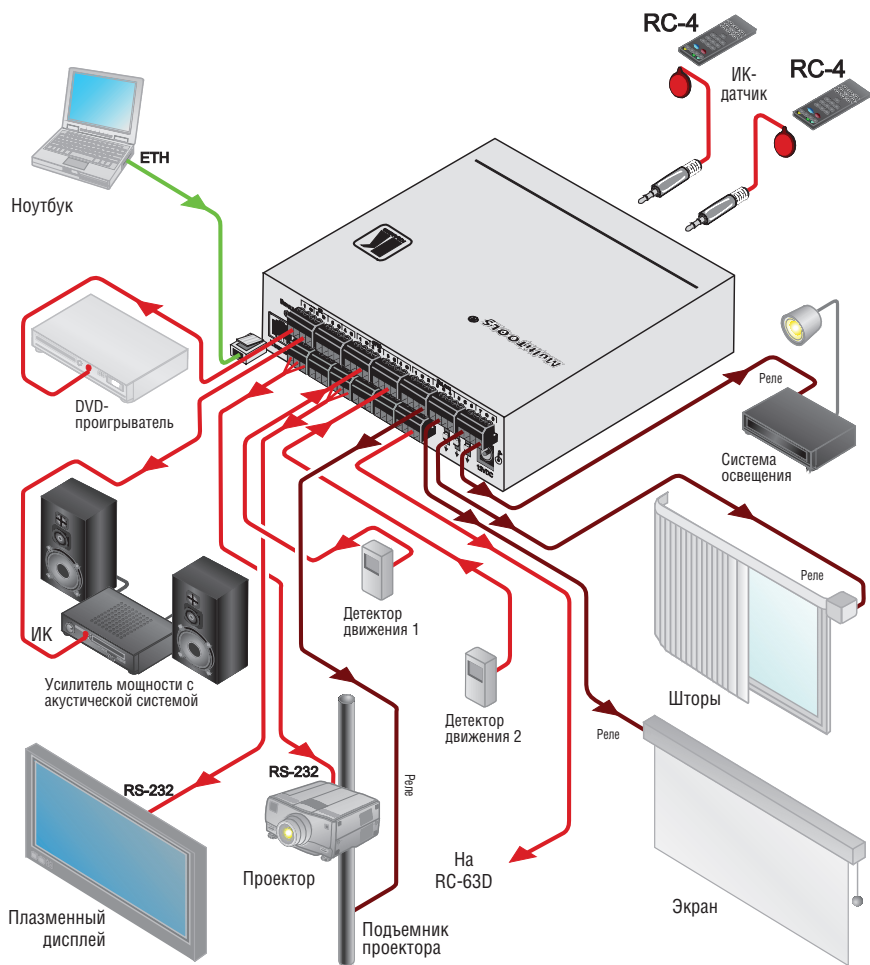

Рис. 2. Подсоединение главного контроллера помещений SL-12
Чтобы подсоединить **SL-12** в соответствии с примером, показанным на рис. 2, действуйте в следующем порядке (предварительно отключив всю аппаратуру):
6. Подсоедините порт RS-485 к нескольким матричным коммутаторам Kramer, например (на рис. 2 не показано).